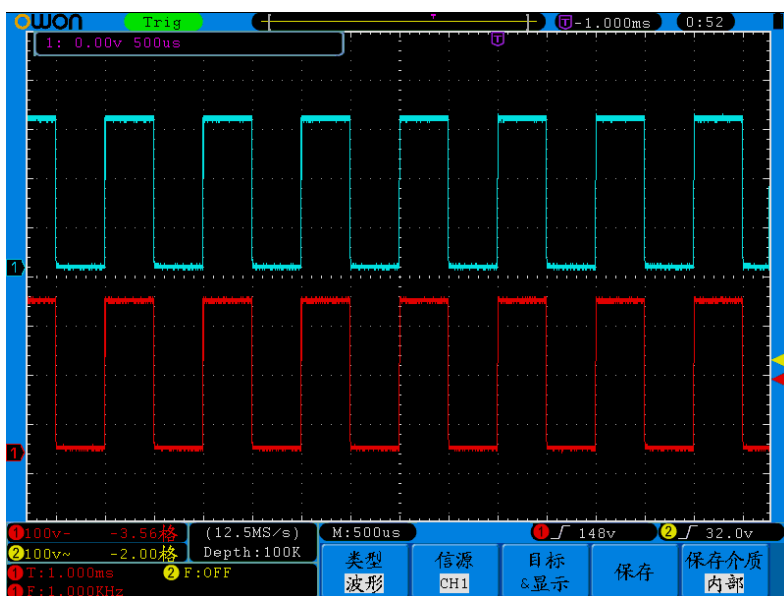

图 5-37：波形储存
6. **调出波形**：按 **H3** 键，屏幕右侧出现 **目标&显示** 菜单，按 **F1** 键并转动 **通用** 旋钮选择目标为 **1**，按 **F2** 键选择 **显示** 为 **开启**，则屏幕显示目标1存储的波形，左上角显示地址编号及波形相关信息。见图 5-37：